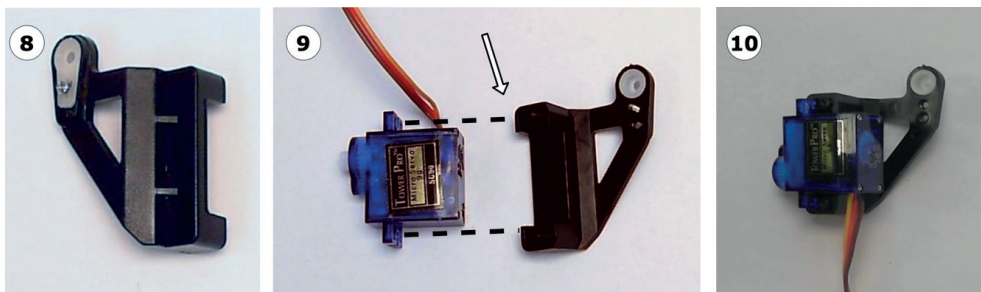

Рис. 10.13. Сборка правой части
Для этого обратитесь к рис. 10.13 и выполните следующие шаги.
1. Для правой части вам понадобится еще одна качалка, на этот раз только с фланцем и одним прямым рычагом. Как показано на рис. 10.13, качалку сервопривода необходимо обрезать, чтобы она входила в выемку на правой части. Прикрутите качалку винтом M2. Она должна находиться в передней части механизма.